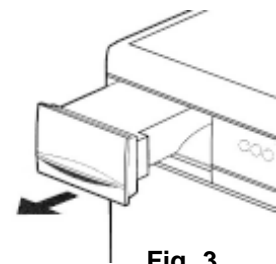

Fig. 3
1. Retire el tanque lenta y cuidadosamente (Fig. 3). Tenga cuidado para no inclinar la unidad, evitando que el agua se derrame.